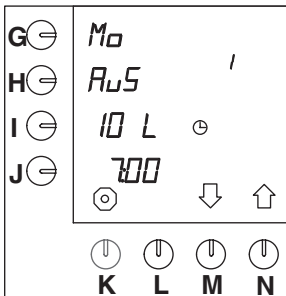

Abb. 44 Vorprogrammierte Einstellung (nicht aktiv)
Es gibt vierzehn vorprogrammierte "Zeiteinstellungen" für alle Wochentage. Diese Zeiteinstellungen werden erst wirklich aktiv und im Benutzerbetrieb sichtbar, nachdem sie über das untenstehende Verfahren aktiviert wurden. Alle Einstellungen können wunschgemäß eingestellt werden. Die vierzehn Einstellungen stehen serienmäßig auf (Abb.44) :
- Drücken Sie auf die Wahl taste (N.)↑, bis Abb.44 im Display erscheint.